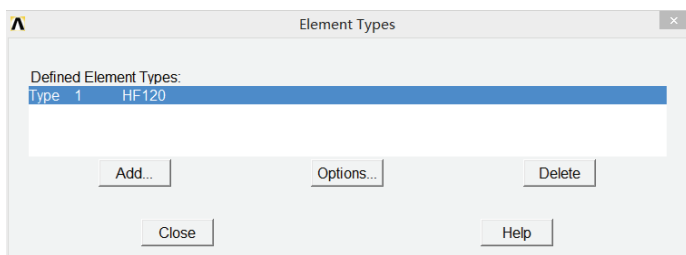

图 4-26 定义单元类型对话框
2) 选择 Main Menu | Preprocessor | Element Type | Add/Edit/Delete 命令, 出现 Element Types 对话框, 显示 HF120 单元已被选取, 如图 4-26 所示。单击 Add 按钮, 出现 Library of Element Types 对话框。